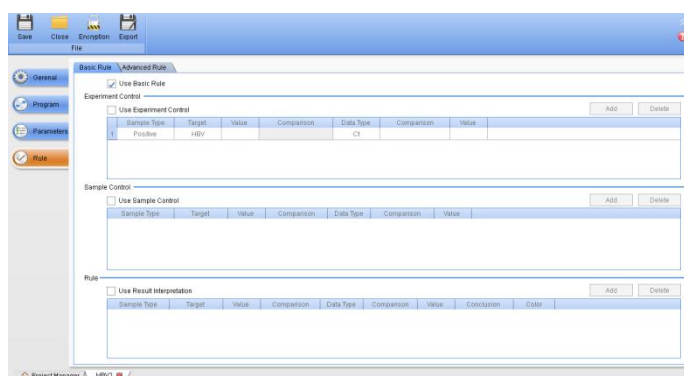

Fig 7-6
- 6 Faceți clic pe**Regulă**fiila pentru a merge la ecranul regulilor de interpretare.Dacă regulile de interpretare a rezultatului kit-ului sunt simple, selectați **Utilizați regula de bază**.Dacă regulile de interpretare sunt prea complicate pentru a fi efectuate de Basic Rule, trebuie să selectați**Utilizați o regulă avansată**. Vă rugăm să contactați furnizorul de reactivi pentru regulile avansate ale trusei. Regula de bază (Fig 7-6) este împărțită în trei elemente: **Controlul experimentului**este folosit pentru a determina dacă experimentul este valid sau nu; Sample Control este utilizat pentru a determina dacă eșantionul este valid sau nu;**Interpretarea rezultatelor**este utilizat pentru a analiza rezultatele eșantionului și a genera concluzii.